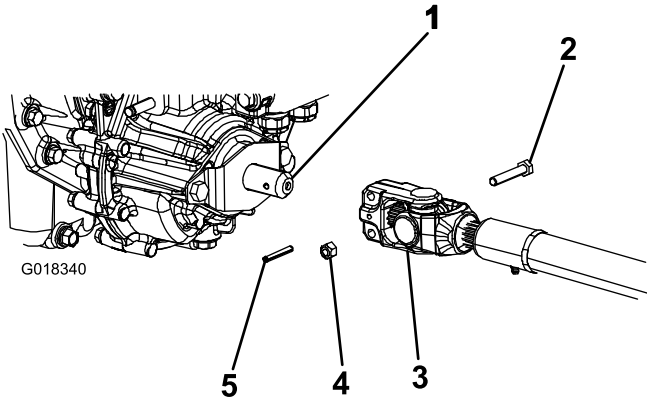

图4
3. 将 PTO 驱动轴放在机器前部下方。确保驱动轴滑轴轭朝向变速箱驱动轴图4。